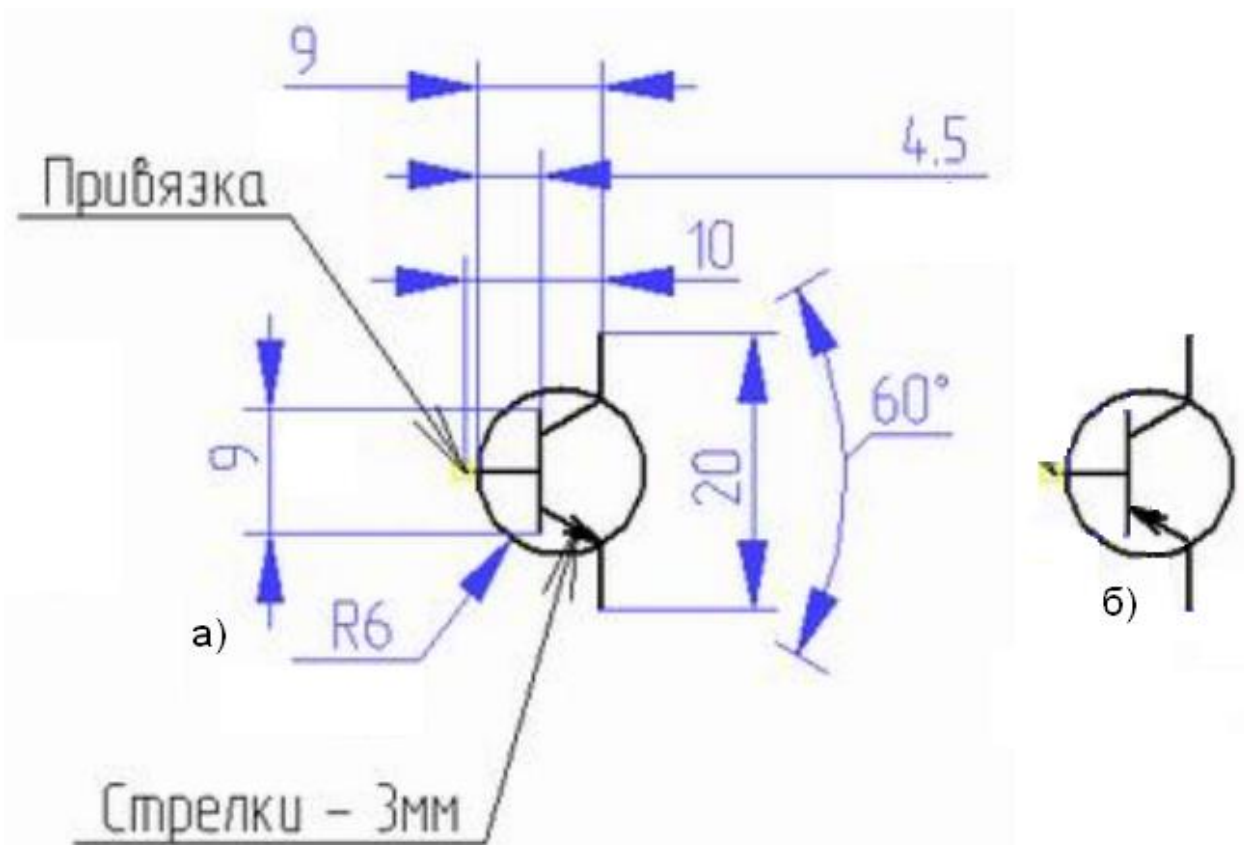

Рис. 21 УГО биполярного транзистора, а) – n-p-n, б) – p-n-p.
- 8.1 УГО n-p-n и p-n-p транзистора изображено на рис. 21.